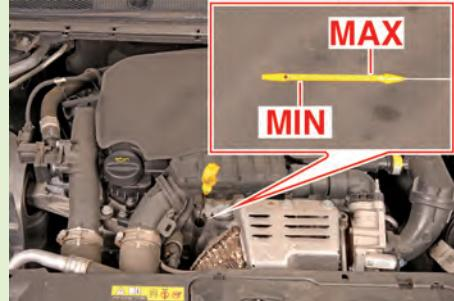

Fig.6
- Lire le niveau d'huile (Fig.6).